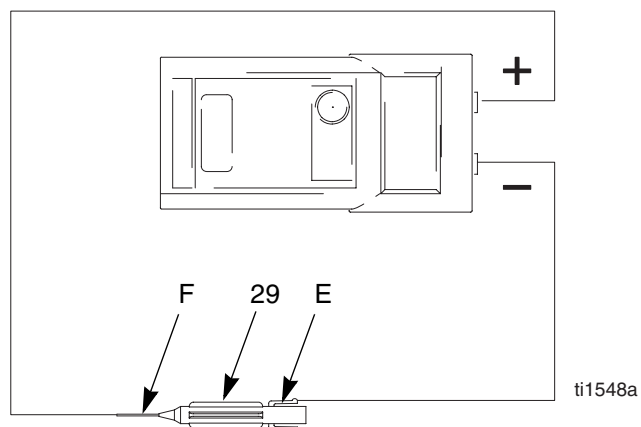

Fig. 20. Électrode
5. Démontez l'électrode (29), page 43. Mesurer la résistance entre le contact (E) et le fil d'électrode (F). La résistance devrait être de 20–30 mégohms. Si elle se situe en dehors de cette plage, remplacer l'électrode. Voir FIG. 20.